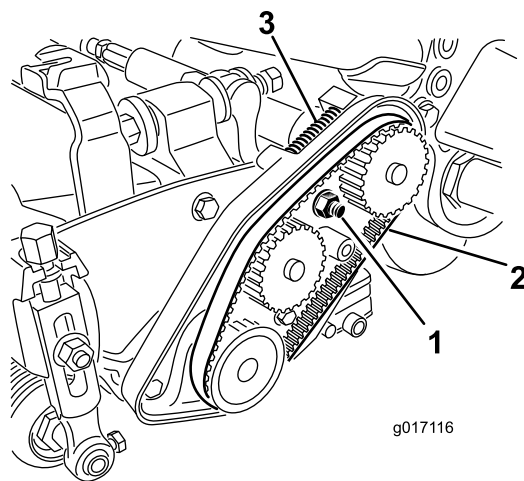

图20
- 松开轴承座螺母图20。
- 拆下皮带 (图20)。
- 确保压缩弹簧对皮带 (图20) 施加张紧力。